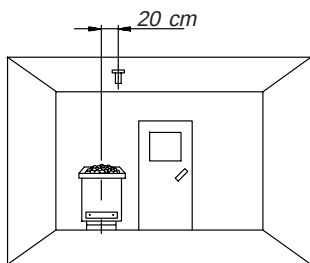

Рис. 7
При этом экран должен быть подключен к корпусу прибора управления. Обратите внимание, что ниже следующие размеры относятся к параметрам, заданным при проверке прибора по EN 60335-2-53. Печной датчик должен монтироваться там, где предполагаются максимальные температуры. Обзор мест монтажа датчика приведен на рис. 7.
1. На рис. 7 и 8 показан монтаж датчика в кабинах размером 2 x 2 м, в более больших кабинах монтаж датчика показан на рис. 7 и 9.